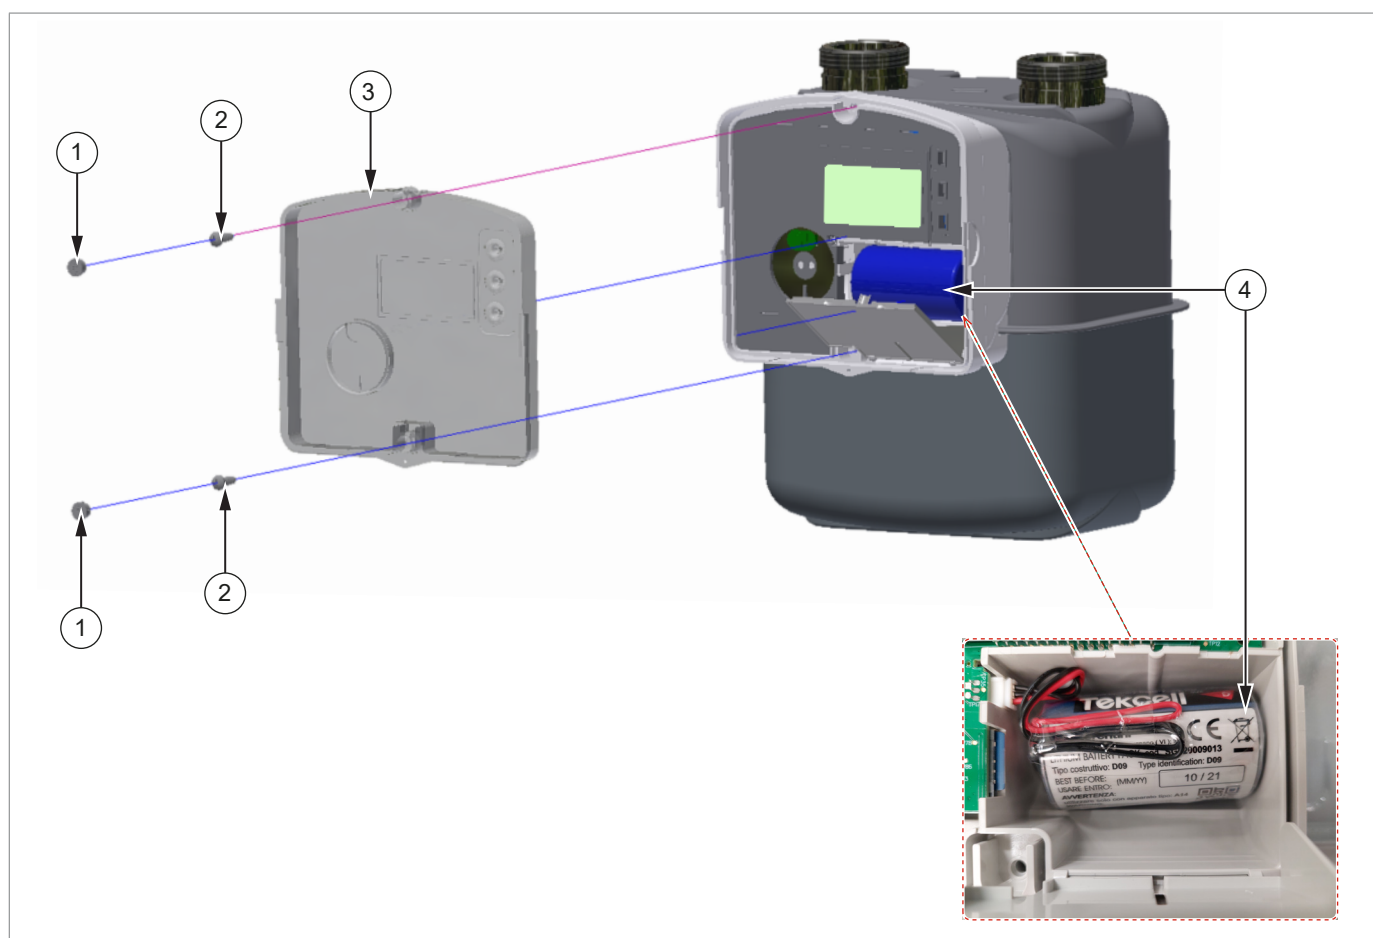

Fig. 11.13. Parti di ricambio
- una posizione riportata nel disegno d'assieme dell'apparecchiatura (Fig.11.13.);
Riferimento ai codici di ordine delle batterie (Pos. 4 - Fig. 11.13.) di ricambio: